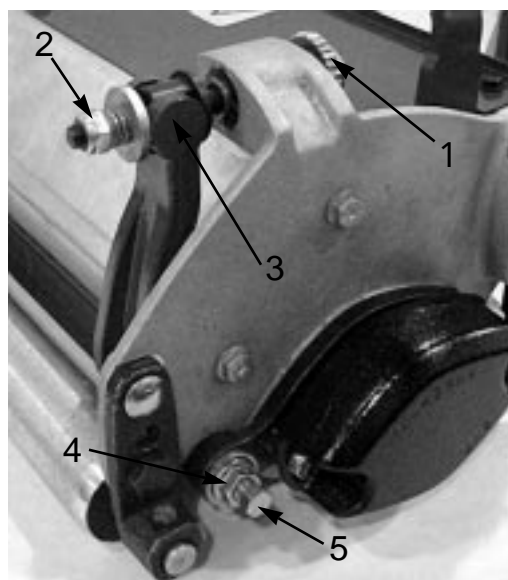

図 51
1. ベッドバー調整ネジ（図51）を左に回してベッドナイフとリールの接触をなくす。
2. スプリング・テンション・ナットをゆるめて、ワッシャからベッドバーへのテンションを完全に無くす（図51）。
3. ベッドバー・ボルト（図51）を固定しているジャムナット（機体両側）をゆるめる。
4. 各ベッドバー・ボルトを抜いてベッドバーを下に引き抜いて外す。ベッドバーの両端にナイロン・ワッシャとスチール・ワッシャが2枚ずつあるので注意する（図51）。